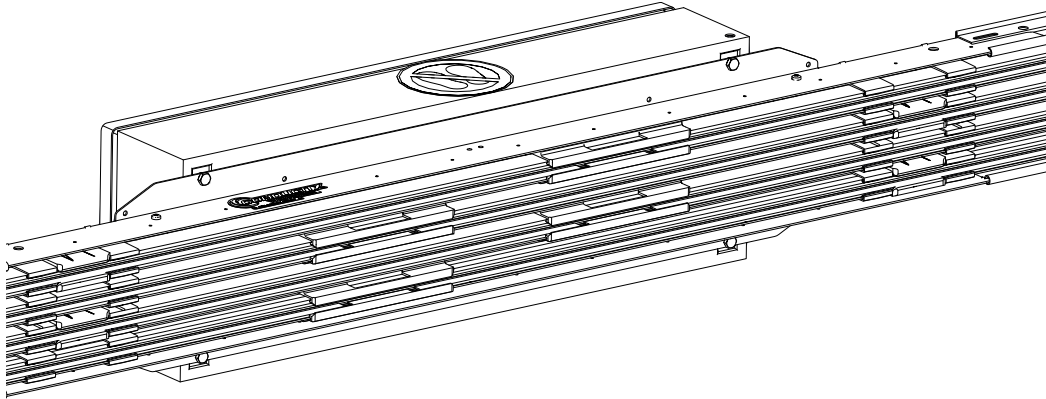

Abb. 32: Alle Schleifleitungspole sind montiert
5. Alle weiteren Schleifleitungspole auf die gleiche Weise montieren und die Hilfskonsolen wieder aus dem ProShell-Tragprofil entfernen (siehe Abb. 32).